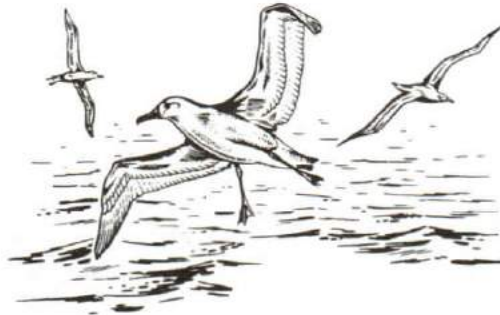

Figure 3-19
5. Other types of birds commonly found at sea are albatrosses and petrels. These are birds of the same family, the albatross having the largest wingspan of any living bird (12 feet). See Figure 3-19. Since the famous poem *The Ancient Mariner* by Coleridge (but not before it), to kill an albatross has come to mean bad luck for a sailor. These birds live mainly on fish, but, like gulls, they are fond of any garbage which may come their way.
5. Les autres types d'oiseaux de mer communément rencontrés sont les albatros et les pétrels. Ce sont des oiseaux de la même famille, mais l'albatros a la plus grande envergure de tous les oiseaux connus: 12 pieds (voir la figure 3-19). Ce n'est que depuis le fameux poème de Coleridge, *The Ancient Mariner*, que tuer un albatros est devenu un présage de malheur pour un marin. Ces oiseaux vivent principalement de poissons, mais, comme les mouettes, ils sont très friands de tous les déchets que les navires sèment derrière eux.